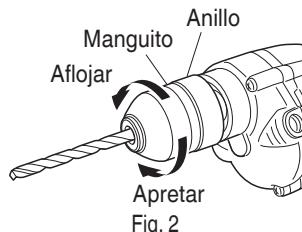

Fig. 2
7. Montaje y desmontaje de la broca (Fig. 2)